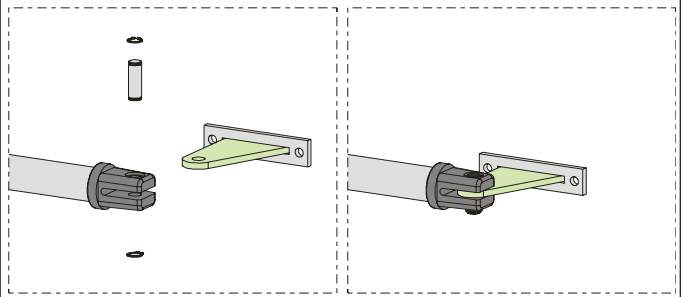

Fig. 10
- 7) Assemblare la staffa anteriore come indicato in Fig.10.